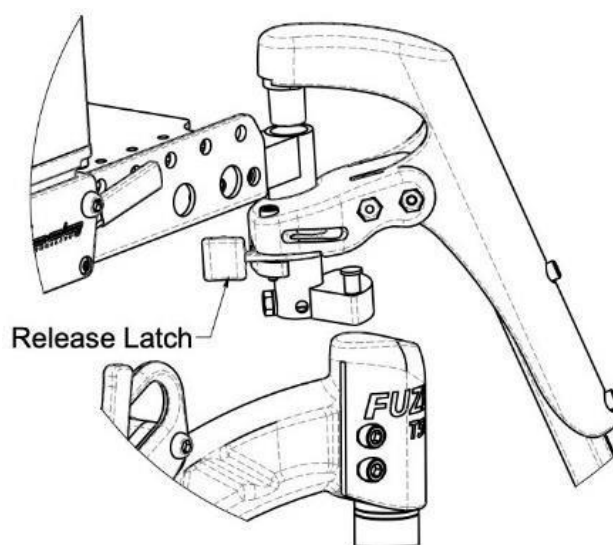

Fig. 1: Swing-Away låsemekanisme.
1. Placér fodstøtten ca. 45° ud fra kørestolen (fig. 1).
2. Låsemekanismen frigøres ved at trykke på udløsergrebet (fig. 1).